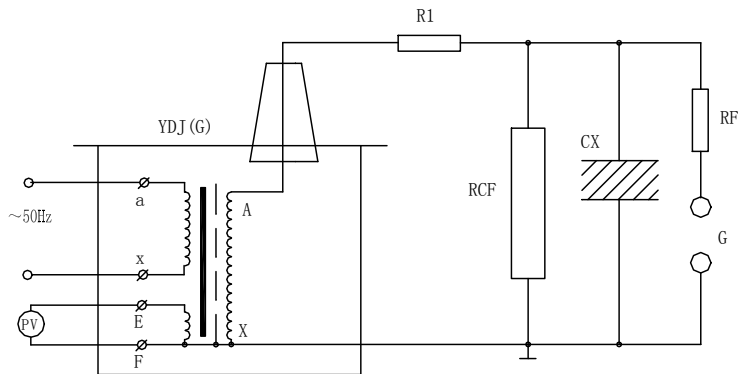

图 6：被试品工频耐压试验接线图
1、YDJ (G)、试验变压器做被试品的工频耐压试验使用接线原理图见图 6。
在工频耐压试验中，低压侧测量电压（仪表电压）不是非常准确的，其原因是由于试验变压器存在着漏抗，在这上漏抗上必然存在着压降或容升，使试品上的电压低于或高于低压侧测量电压表上反映出来的电压。工频耐压试验时，被试品上的电压高于试验变压器的输出电压，也就是所谓容升现象。感应耐压试验时，试验变压器的漏抗必须存在着压降。为了准确测量被试品上所施加的电压，因此常在高压侧接入 RCF 阻容分压器来测量电压（见图 6）。